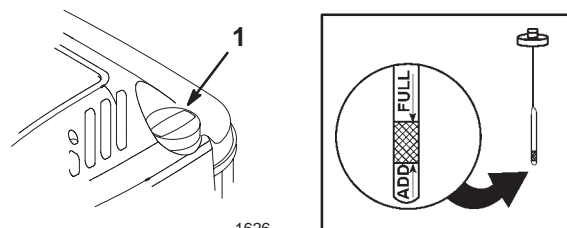

Bild 10
Stellen Sie vor jedem Einsatz sicher, dass der Ölstand zwischen den Marken Add [Nachfüllen] und Full [Voll] am Peilstab steht (Bild 10).
2. Reinigen Sie den Bereich um den Peilstab (Bild 10).
6. Lesen Sie den Ölstand am Peilstab ab (Bild 10).